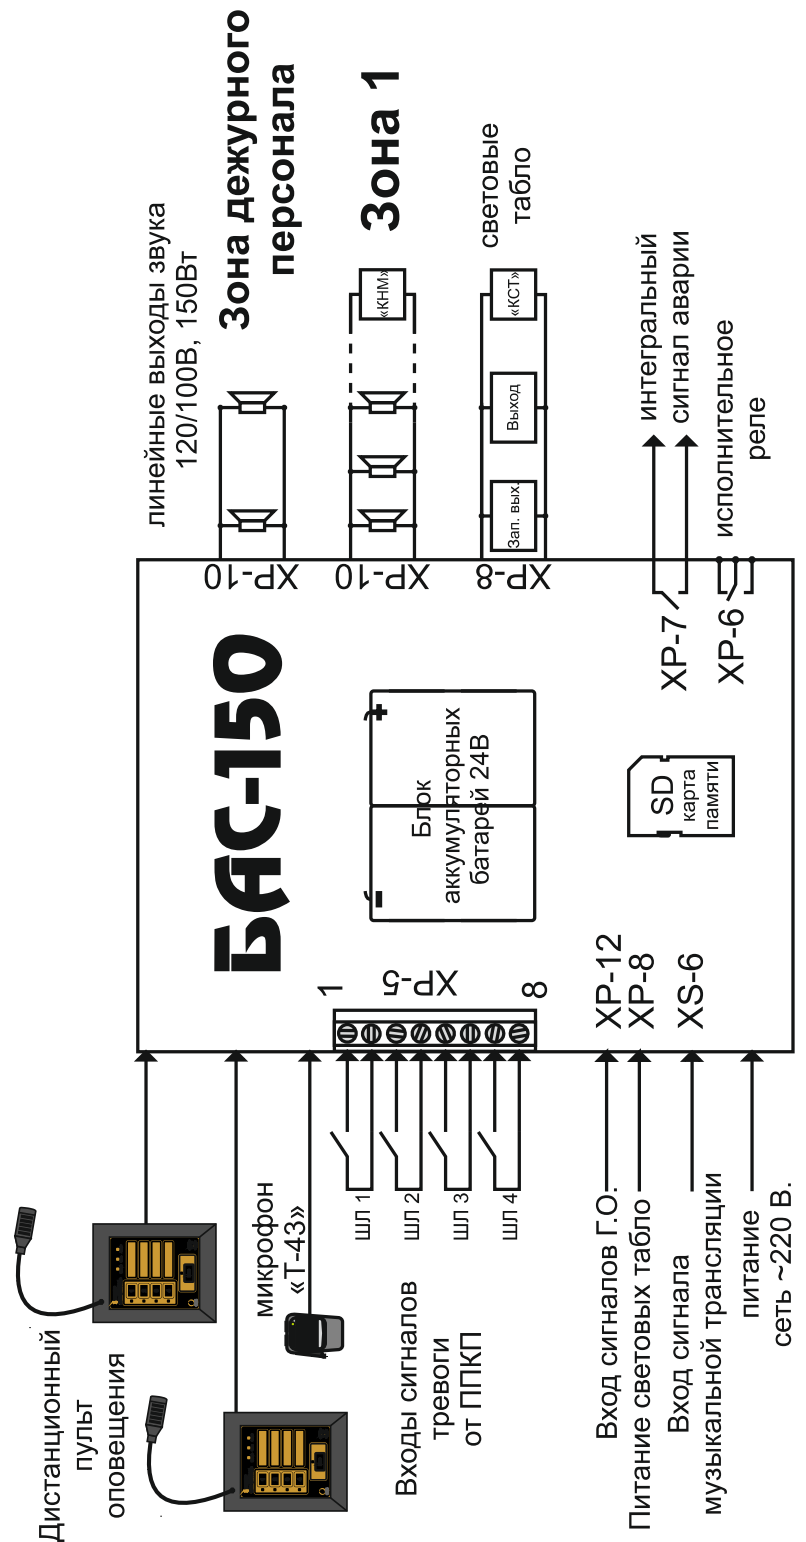
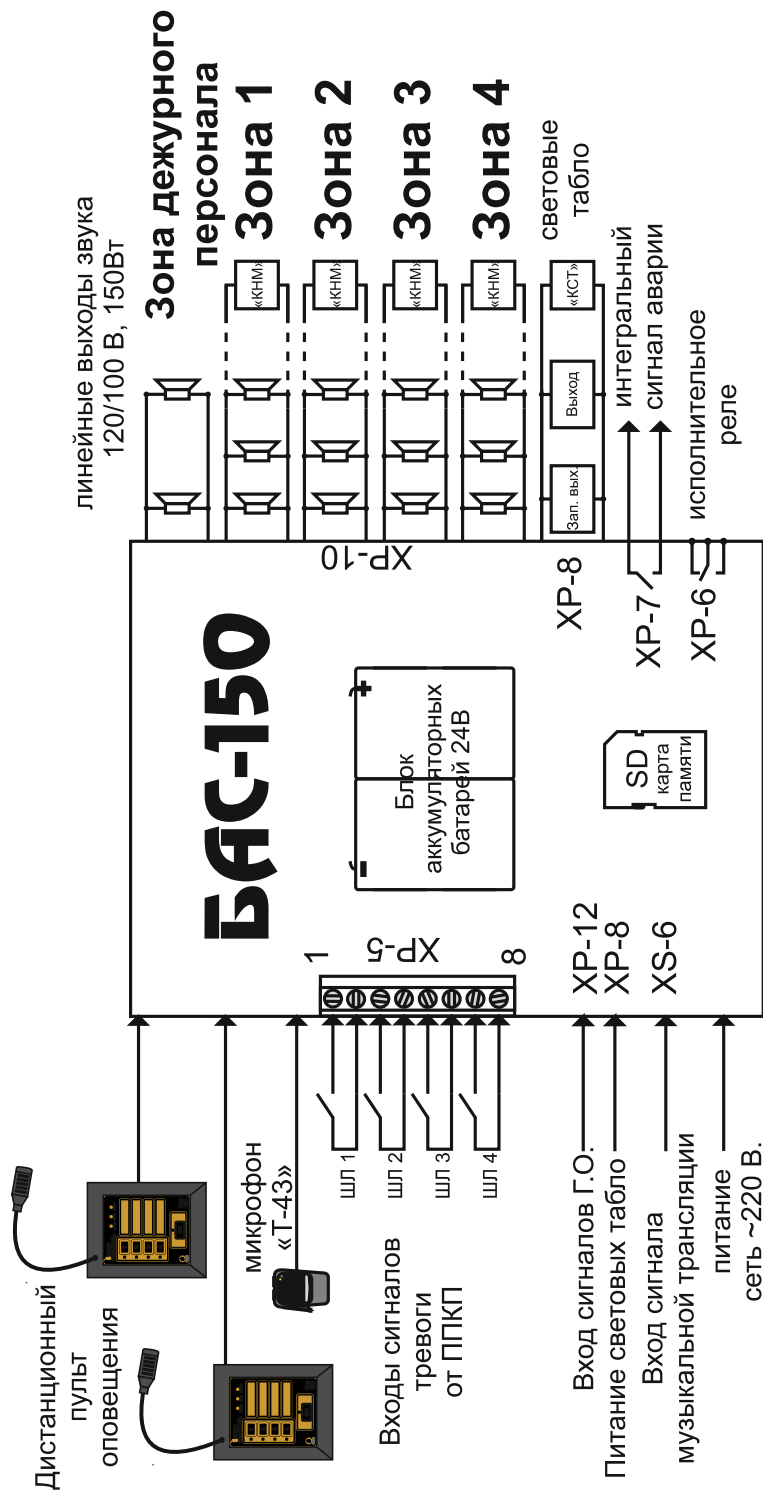

Рис. 1.1 Упрощенная схема подключения БАС-150
Рис. 1.2 Упрощенная схема подключения БАС-150/4
Упрощенная схема подключения *устройства* в автономном режиме приведена на Рис. 1.1 (для БАС-150) и Рис. 1.2 (для БАС-150/4). Входы, обозначенные как ШЛ1...ШЛ4, служат для подсоединения шлейфов ППКП (также называемые линиями командного импульса). Всего на *устройство* может быть подано от одного до четырех независимых сигналов тревоги.
*Устройство* может быть использовано для трансляции звуковых сигналов, подаваемых на линейные входы, а именно вход сигналов ГО и вход сигналов музыкальной трансляции (см. Рис. 1.1, Рис. 1.2). Каждый из входов является симметричным и имеет дополнительную линию приема сигнала занятия для осуществления коммутации (см. раздел 1.4.3).